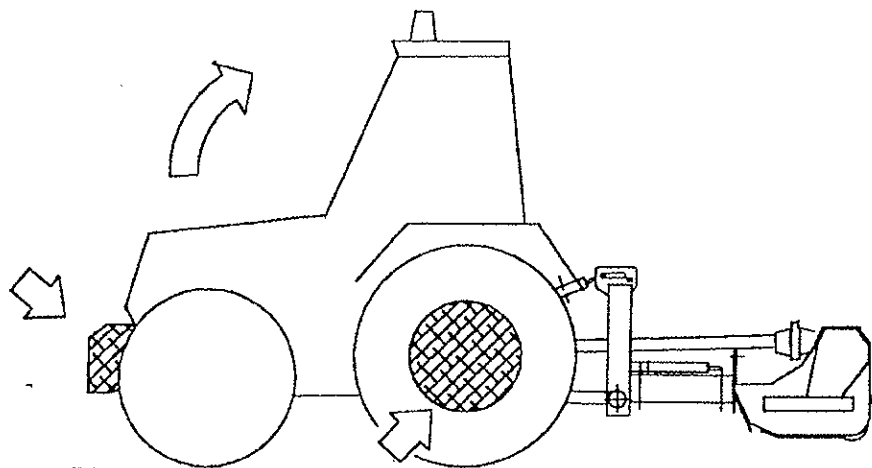

図11
- 一 本機を付けた状態で、トラクターの油圧で本機を上へ持ち上げて下さい。トラクターの片側が浮くようであれば、トラクターの前側にフロントウエートを装着し、本機と反対側の後輪ホイールにバランスウエートを装着してください。(図11)